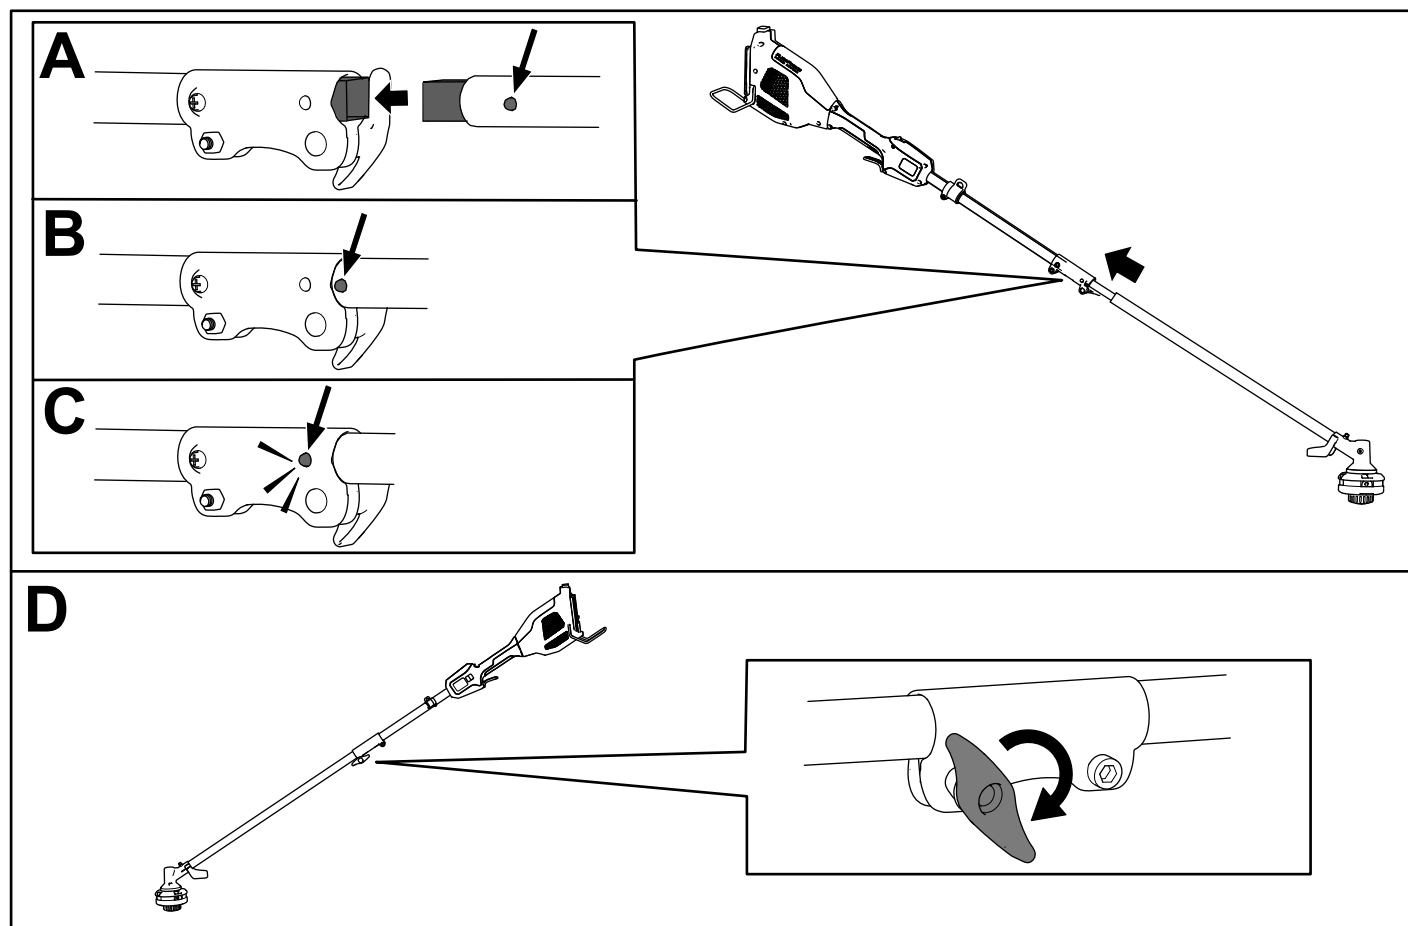

Figure 4
1. Insérez l'arbre carré de la débroussailleuse dans l'arbre carré de la tête électrique (A de Figure 4).
2. Placez le bouton de verrouillage situé sur la moitié inférieure du manche en face du trou situé sur la moitié supérieure, et emboîtez-les 2 moitiés ensemble (B et C de la Figure 4).
Remarque: Le bouton de verrouillage s'enclenche dans le trou quand les deux moitiés du manche sont correctement emboîtées (C de la Figure 4).
3. À l'aide de la poignée, serrez la vis sur le connecteur du manche jusqu'à ce qu'il soit bien fixé (D de la Figure 4).